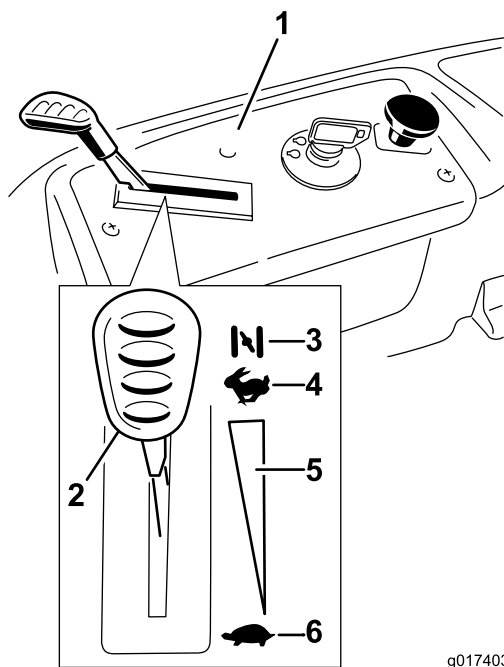

Figura 12
- Prima di avviare il motore a freddo spostate la leva dell'acceleratore in posizione Starter (Figura 12).
- Quando il motore è acceso, muovete la leva dell'acceleratore in posizione Fast (Figura 12). Se il motore stalla o esita, riportate la leva dell'acceleratore in posizione Starter per qualche secondo, All'occorrenza, ripetete il procedimento.
3. Girate la chiave di accensione in posizione Off (Figura 12) e toglietela.